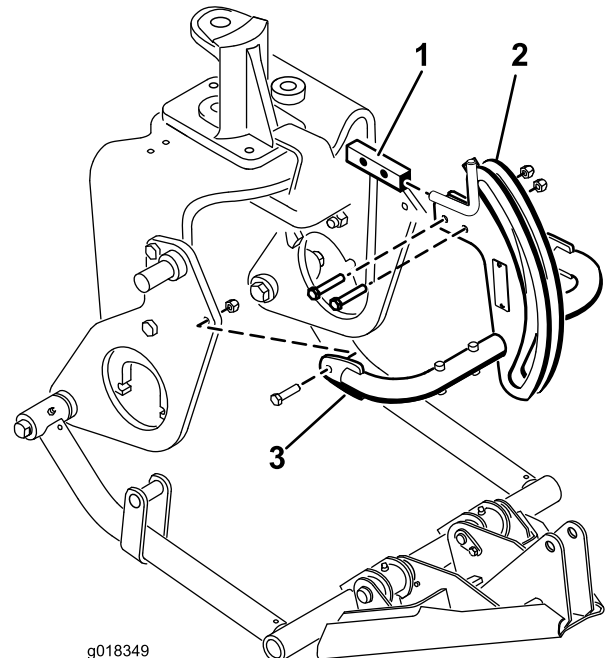

Figura 9
- Monte la parte superior del bastidor de enganche en el soporte del bastidor de enganche con 2 pernos (3/8 x 2 pulgadas) y tuercas (Figura 9).
- Monte los tubos del bastidor de enganche en las chapas laterales con pernos (3/8 x 1-1/2 pulgadas) y tuercas (Figura 9). Apriete los herrajes.